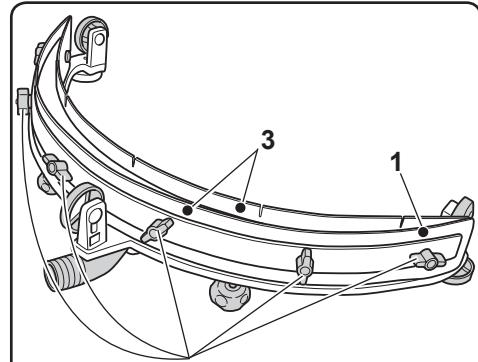

Fig. 19
11.1.f - Sostituzione gomme tergitore (Fig. 19)